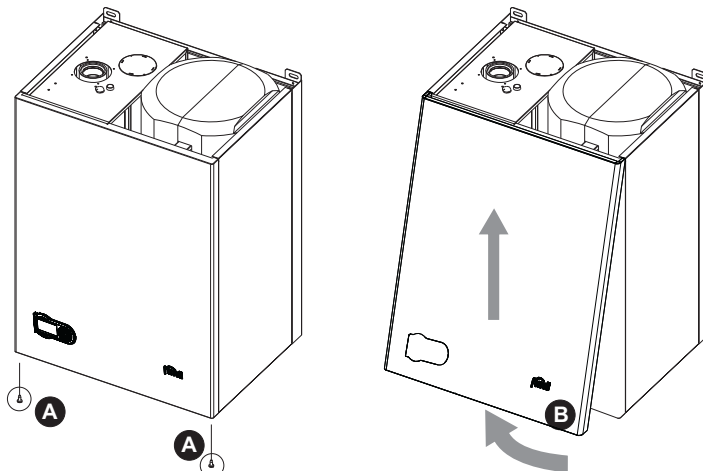

рис. 28 - Демонтаж кожуха
1. Отвинтите винты "А" (см. рис. 28).
2. Поверните кожух (см. рис. 28).